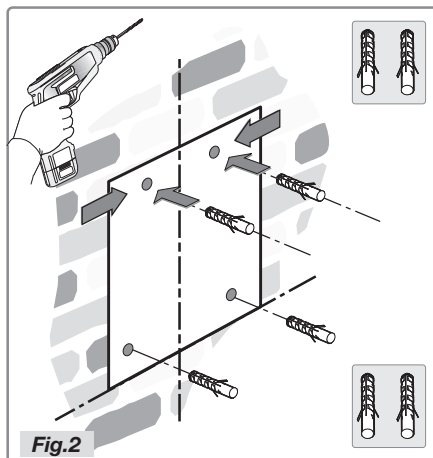

Fig.2
- Placez la matrice sur le mur et veillez à ce qu'elle s'aligne sur la ligne précédemment dessinée sur le mur. Dessinez la position des trous et percez-les (Fig.2).